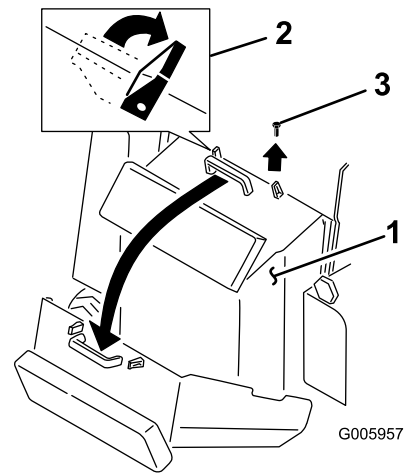

Figura 26
2. Rilasciate le due alette di bloccaggio situate sopra il portello di accesso posteriore (Figura 26).
3. Togliete il bullone situato accanto all'aletta di bloccaggio destra (Figura 26).
4. Afferrate la maniglia ed aprite il portello alzandolo e tirandolo indietro (Figura 26).